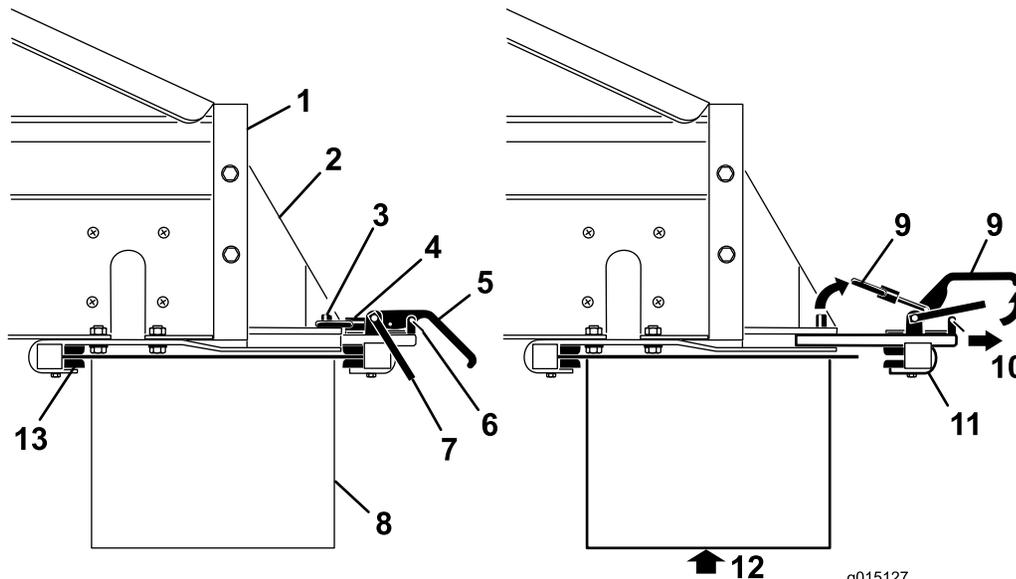

Figure 37
6. En vous faisant aider par une autre personne, insérez le bord avant du transporteur transversal/pivot vers le haut et sous l'arrière du MH-400 dans les fixations avant sur les supports (Figure 37).
7. Tout en soutenant le transporteur transversal/pivot, glissez la fixation arrière dans les fentes des supports et par-dessus le bord arrière (Figure 37).
3. Retirez les clips des verrous de sécurité sur les poignées des fixations (Figure 37).
4. Levez le verrou de sécurité, puis levez les poignées des fixations d'accessoire et dégagez les bagues de blocage des goupilles de blocage (Figure 37).
5. Sortez la fixation rapide arrière des fentes de montage (Figure 37).
9. Reposez les clips des verrous de sécurité sur les poignées des fixations (Figure 37).